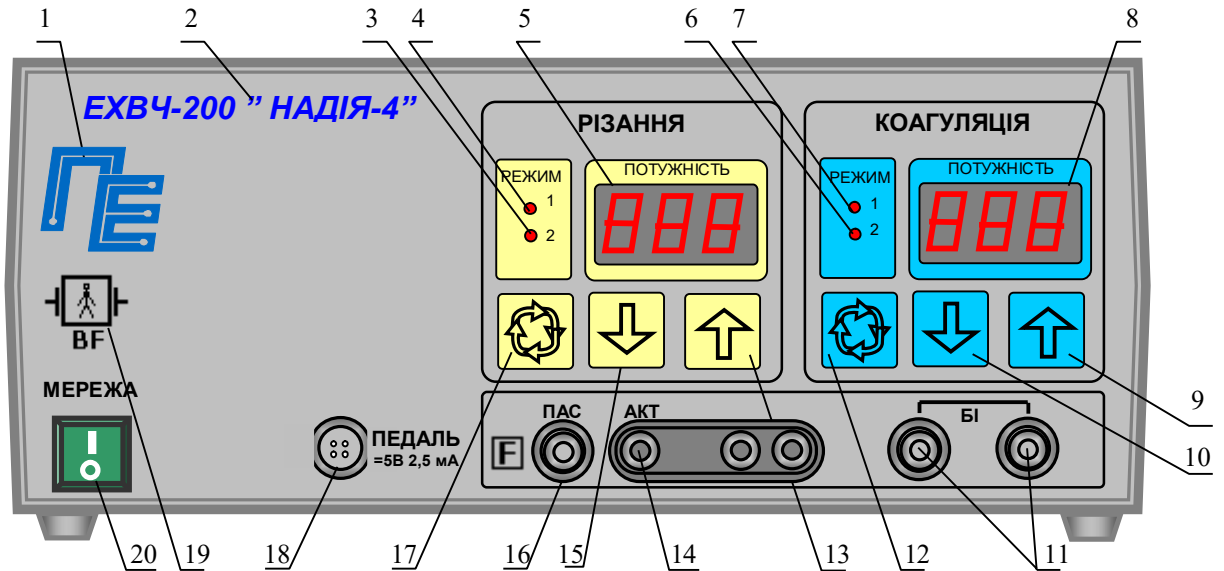
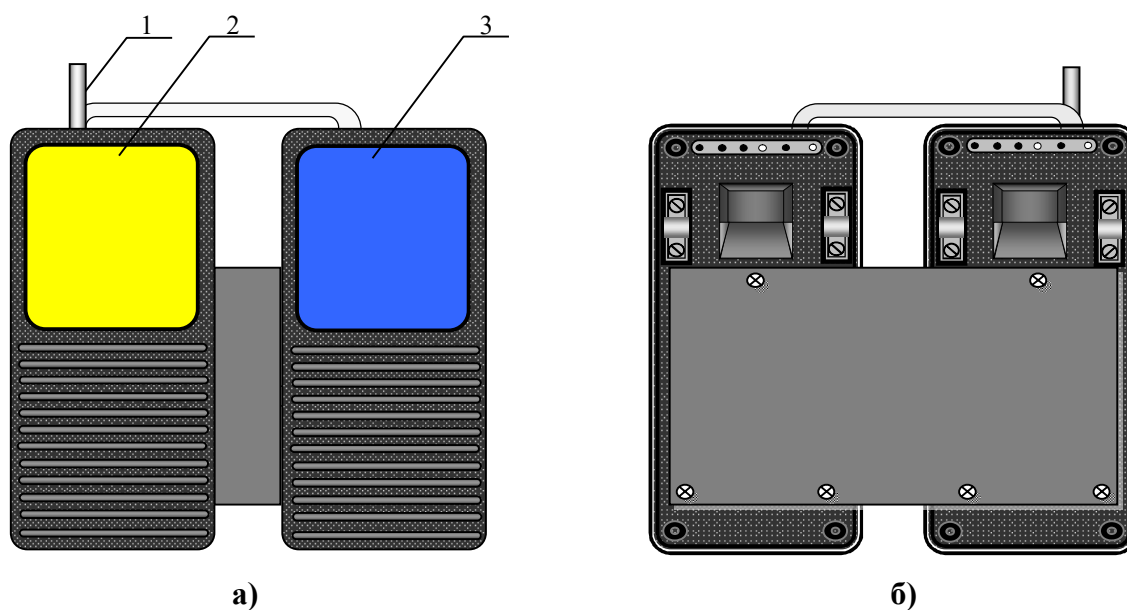

Рис.1. Передня панель електронного блоку.
Рис. 3. Ножна педаль
Конструктивно апарат виконаний у вигляді двох окремих блоків - електронного блоку (рис. 1,2) і ножної педалі (рис. 3).
На передній панелі електронного блоку розташовані наступні органи управління і індикації (рис.1):
Конструкція ножної педалі (рис.3) є підлоговою конструкцією, на якій розташовано дві рухомі платформи: ліва (2) - для включення виду роботи РІЗАННЯ, права (3) - КООГУЛЯЦІЯ.
- включити апарат, для чого встановити вимикач “МЕРЕЖА” в положення “**I**”. При цьому висвітлюються індикатори: “МЕРЕЖА”, вибраних режимів роботи. На індикаторах (5,8 рис.1) висвітлюються цифри встановленого рівня вихідної потужності;
- перевірити переключення режимів роботи, для чого послідовно натискаючи кнопки (12, 17 рис.1), переконатися, що апарат послідовно перемикає режими 1, 2 для РІЗАННЯ і режимів 1, 2 для КОАГУЛЯЦІЯ по послідовному загорянню відповідних індикаторів (3, 4, 6, 7 рис.1);
- перевірити регулювання рівня вихідної потужності, для чого, натиснувши кнопки управління (9, 13 рис. 1), переконатися, що відбувається збільшення показань індикатора рівня вихідної потужності, а натиснувши кнопки управління (10, 15 рис.1), переконатися, що відбувається зменшення показань індикатора рівня вихідної потужності. Перевірку провести як для виду робіт РІЗАННЯ так і для виду робіт КОАГУЛЯЦІЯ. Слід пам'ятати, що встановлені рівні вихідної потужності запам'ятовуються для кожного виду і режиму роботи. Види роботи включаються тільки по черзі.